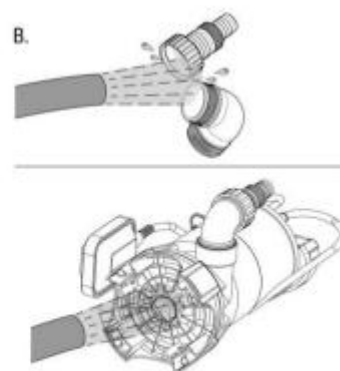

Рис. 11
- Промойте штуцер, а также другие соединения чистой водой (рис. 11).